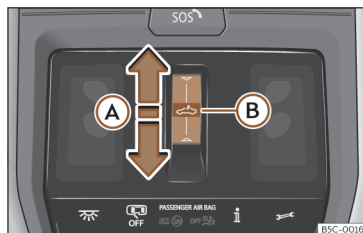

Fig. 82 No revestimento interior do teto: botão do teto de vidro.
- Movimento automático: deslize o dedo para trás sobre a área funcional >>> **Fig. 82** **A**.
- Antes de decorrerem aprox. 5 segundos da ativação da função antientalamento, deslize o dedo para a frente sobre a área funcional >>> **Fig. 82** (A) e mantenha pressionado até o teto se fechar totalmente.